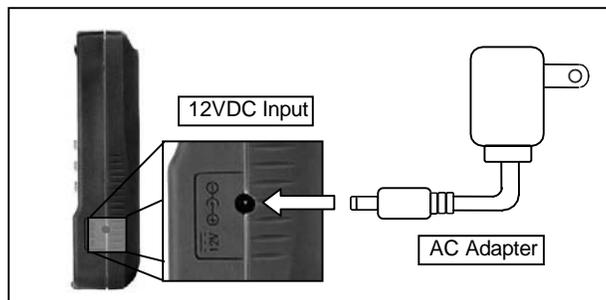

图 6-将交流适配器连接到仪表
2. 将交流适配器连接器连接到仪表右侧面板。参见下面的图 6。